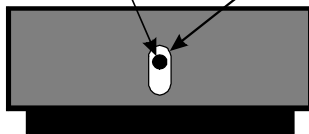
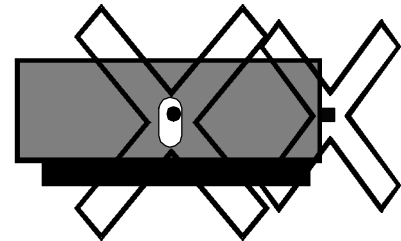

Bild 3A
Bild 3B
8. Modell 16 und die BFM Serie der Schwingungsdämpfer sind mit vier Interlock/Indicator Stiften oder Bolzen versehen. Diese dienen als eine schnelle Kontrolle fürs zentrieren des Elastischen Kissens. Die Interlock/Indikatoren sollten nebeneinander in dem Schlitz zentriert werden ziehen Sie hierfür bitte Bild 3A zu Rate. Falls das elastische Kissen nicht zentriert ist, erscheinen die Interlock/Indikatoren wie in Bild 3B.